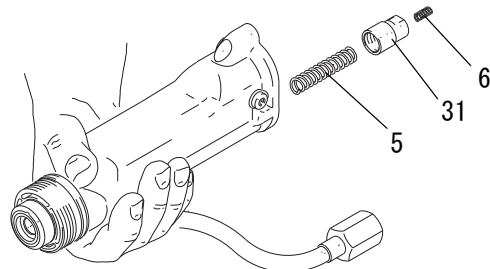
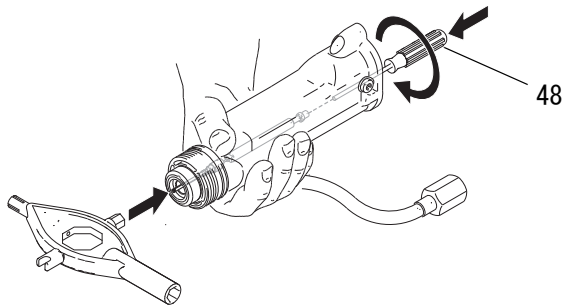

図 30. スプリングキャップとスプリング
図 31。流体ニードルの取り外し
3. バレル (1) を取り外します。42 ページ。
4. バレルからスプリングキャップ (31) とスプリング (5) を外します。図 30 を参照してください。
5. シートハウジング (4) を取り外してあることを確認してください。2 mm のボールエンドレンチ (48) を流体ニードルアセンブリの背面に当てます。ツールを前方に押し、ニードルの 2 セグメントがかみ合うようにして、反時計回りに約 12 回転させ、ニードルを抜いてください。
6. プラスチック製のマルチツールの外側の六角エンドを使用して、バレルの前方からボアから流体シールが剥がれるまで、流体ニードルボールを注意深くまっすぐに押し込んでください。図 31 を参照してください。